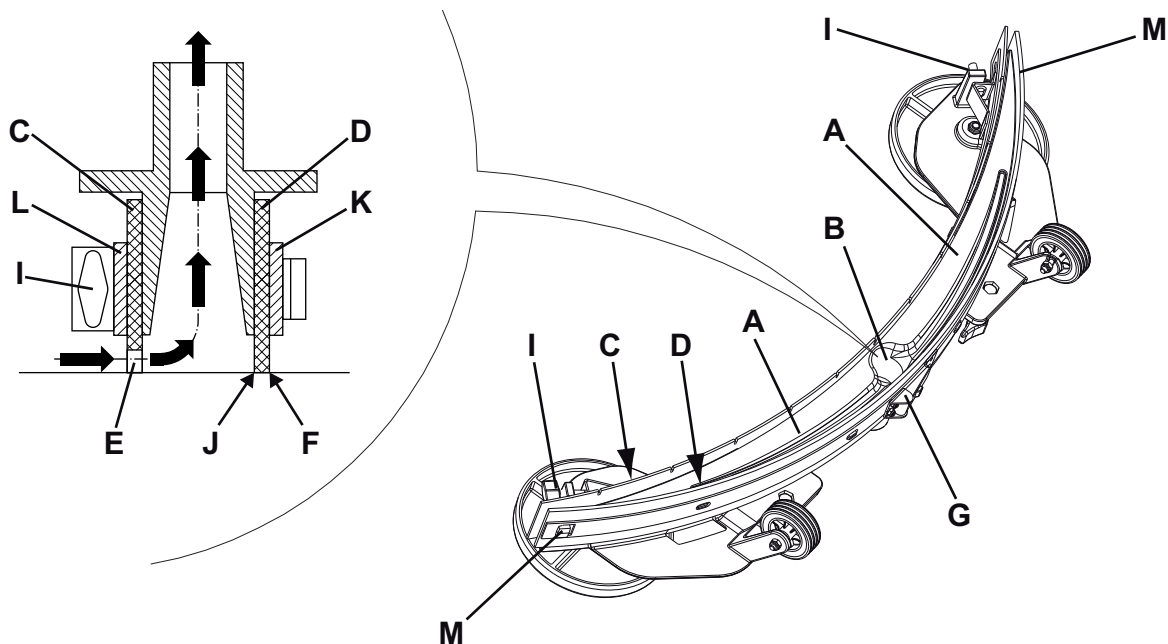

Abbildung 5
2. Zündschlüssel (80) in Stellung 0 drehen.
3. Sauglippe (25) mit dem Hebel (10) absenken.
4. Sterngriffe (26) lösen und Sauglippe (25) abnehmen.
5. Ansaugrohr (15) von der Sauglippe abnehmen.
6. Die Sauglippe (Abb. 5) waschen und reinigen. Insbesondere die Hohlräume (A, Abb. 5) und die Bohrung (B) reinigen. Überprüfen, ob der vordere (C) und der hintere Gummi (D) unversehrt sind und keine Schnitte oder Risse aufweisen, gegebenenfalls austauschen (siehe nachstehender Absatz).
1. Die Sauglippe (Abb. 5) reinigen, und dabei wie angegeben im vorhergehenden Abschnitt vorgehen.
2. Überprüfen, ob die Fugenkanten (E) des vorderen (C) und die Fugenkanten (F) des hinteren Gummis (D) gleichzeitig in ihrer gesamten Länge auf dem Fußboden aufsitzen. Andernfalls wie folgt ihre Höhe einstellen:
- Zugstange (G) entfernen, Haltevorrichtungen (M) lösen und hinteren Gummi (D) einstellen. Haltevorrichtungen einrasten und Zugstange einbauen.
- Sterngriffe (I) lösen und vorderen Gummi (C) einstellen. Sterngriffe wieder festdrehen.
3. Überprüfen, ob der vordere (C) und der hintere Gummi (D) unversehrt sind und keine Schnitten oder Risse aufweisen, gegebenenfalls wie folgt austauschen. Überprüfen, ob die Vorderkante (J) des hinteren Gummis verschlissen ist. Gegebenenfalls Gummi umdrehen und eine der drei unversehrten Kanten als Vorderkante verwenden. Sind auch die anderen drei Kanten abgenutzt, Gummi wie folgt austauschen:
- Zugstange (G) entfernen, Haltevorrichtungen (M) lösen, Haltestreifen (K) abnehmen und hinteren Gummi (D) umdrehen/ austauschen. Gummi in umgekehrter Reihenfolge einbauen.
- Sterngriffe (I) aufdrehen, Haltestreifen (L) abnehmen und vorderen Gummi (C) austauschen. Gummi in umgekehrter Reihenfolge einbauen.